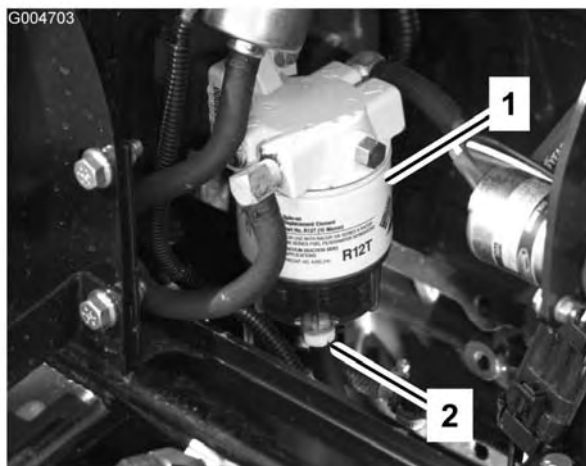

Figura 51
Spurgate ogni giorno l'acqua e altre sostanze contaminanti dal separatore di condensa (Figura 51).
2. Allentate il tappo di spurgo situato nella parte inferiore della scatola del filtro (Figura 51). Serrate il tappo dopo lo spurgo.